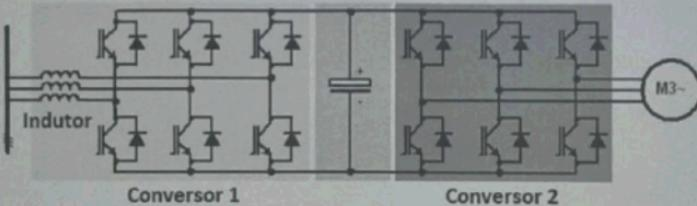

Figura 4 - Diagrama em blocos de um Inversor de frequência comercial.
5. A Figura 4 mostra o diagrama esquemático de um inversor de frequência comercial alimentando um motor de indução em gaiola de 220V/20kW. Com relação ao sistema de acionamento pede-se (20 pontos):
- A estrutura do conversor apresentada na Figura 4 permite a frenagem regenerativa? Justifique sua resposta;